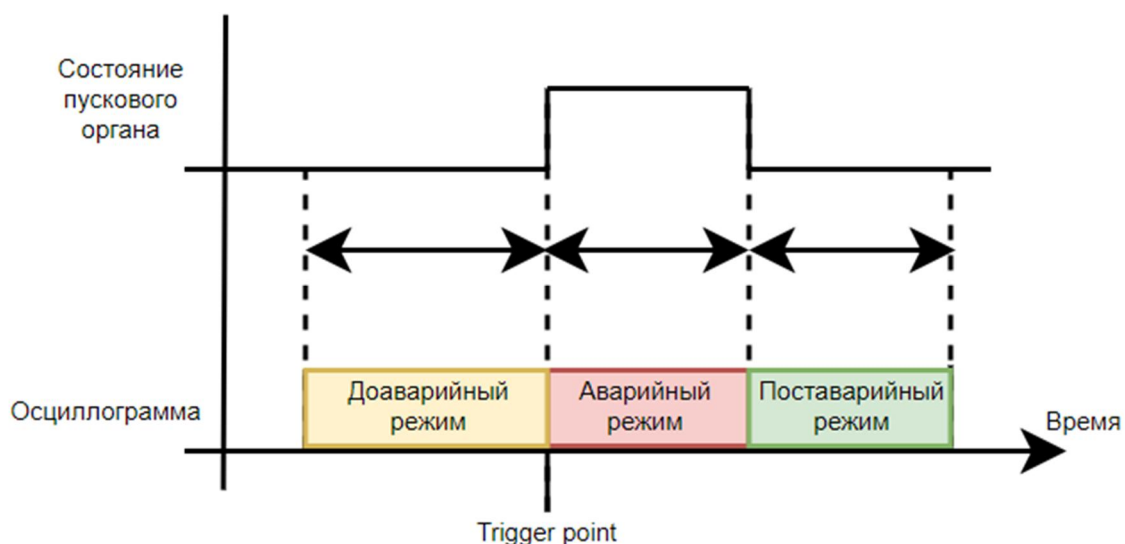

Рисунок 8 - Режимы записи осциллограммы
5.4.14.2 Пусковые сигналы объединяются по логическому «ИЛИ» в пусковой орган осциллографа, состояние которого характеризует режимы записи осциллограммы (рисунок 8).